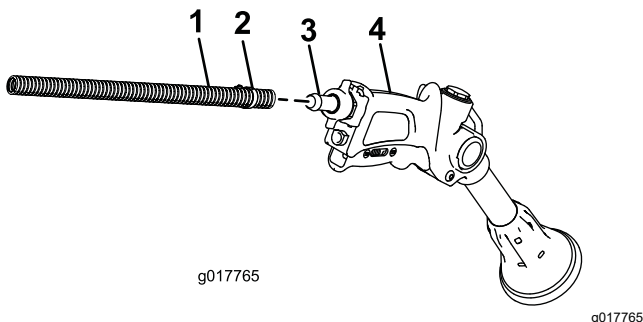

Figure 24
2. Connectez l'extrémité libre du long flexible au raccord du pistolet pulvérisateur (Figure 24).